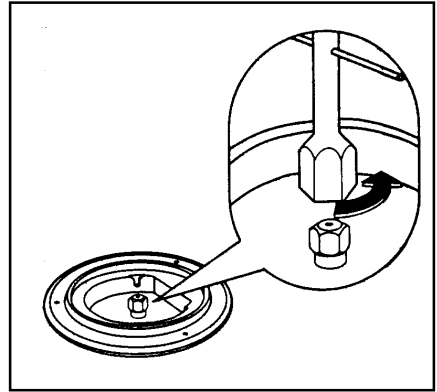

Рис. 5
- С помощью торцевого ключа 7 отвинтите инжекторы (рис. 5) и замените их соответствующими типу используемого газа (см. табл. 2:Инжекторы).